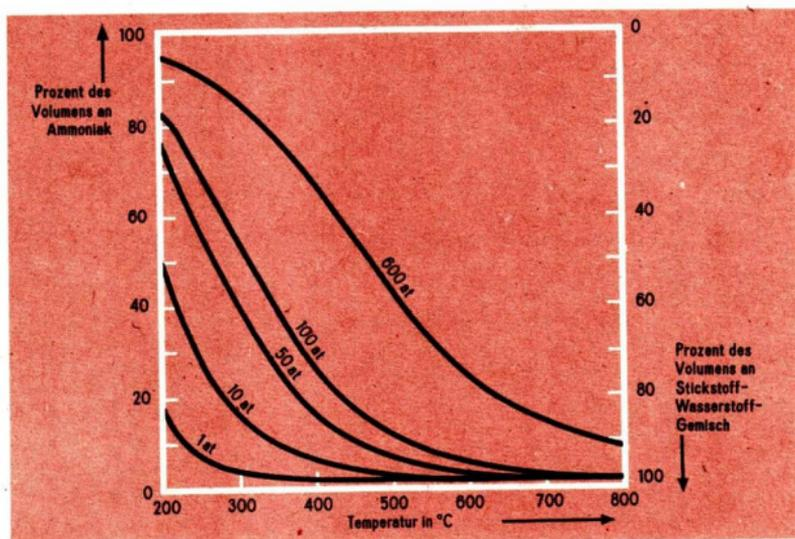

Abb. 16 Die Ammoniakausbeute ist von Druck und Temperatur abhängig.
begünstigt die unter Volumenabnahme verlaufende Reaktion. Das ist bei der Ammoniaksynthese die Ammoniakbildung. Die Ausbeute an Ammoniak ist somit abhängig von Temperatur und Druck (Tab. 11 und Abb. 16). ① ② ③ ④ ⑤
- ① Erläutern Sie am Beispiel der Ammoniaksynthese $N_2 + 3H_2 \rightleftharpoons 2NH_3$; $Q = -22 \text{ kcal}$ das Wesen des chemischen Gleichgewichts!
- ② Erörtern Sie den Einfluß folgender Faktoren auf die Lage des chemischen Gleichgewichts bei der Ammoniaksynthese!
- ③ Ermitteln Sie an Hand der Tabelle 11 die theoretisch günstigsten Bedingungen für die Durchführung der Ammoniaksynthese!
- ④ Welchen Einfluß haben folgende Faktoren auf die Ammoniakausbeute?
- ⑤ Bestimmen Sie an Hand der Abbildung 16 die Ausbeute an Ammoniak bei verschiedenem Druck und festgelegter Temperatur von 450°C !